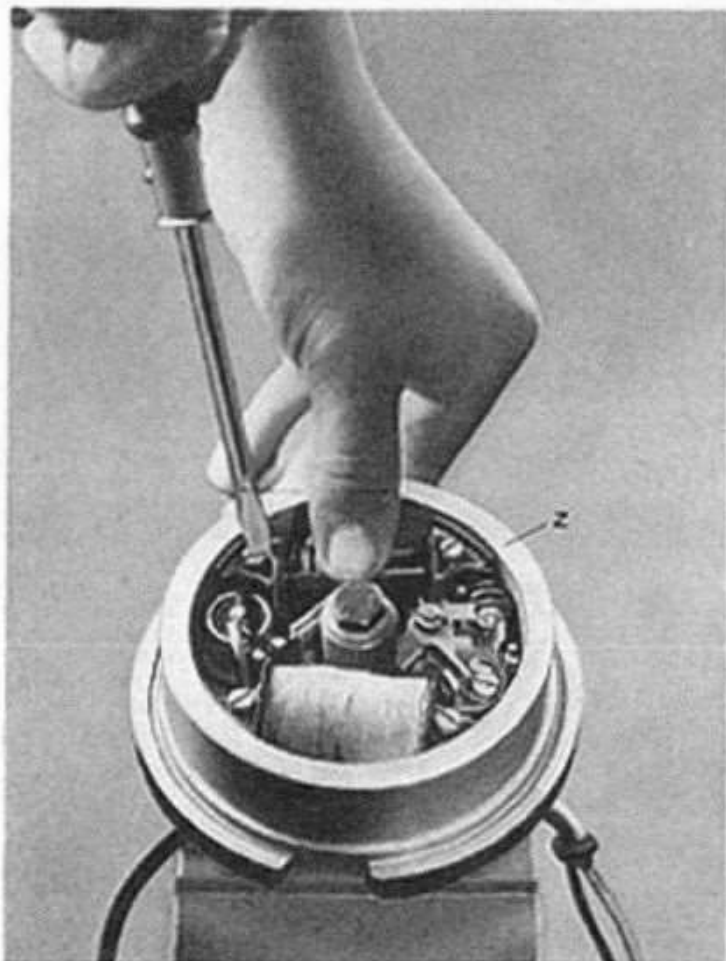

Bild 40
4.6 Schwunglichtmagnetzünder (Bild 40)